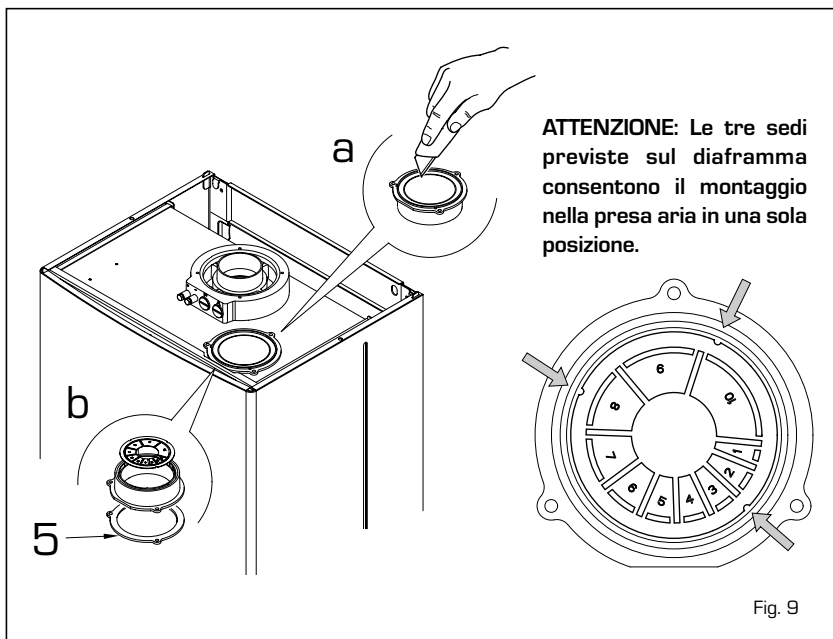

Fig. 9
2.9.2 Utilizzo della presa aria (fig. 9)